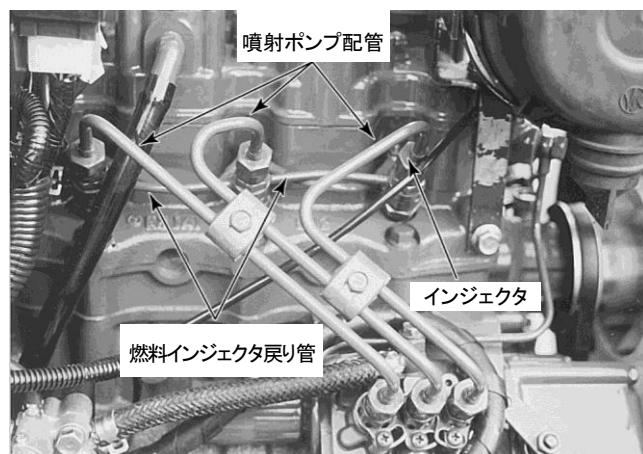

図63 燃料インジェクタ戻り管
1. インジェクタと配管の周囲のすべてのごみを取り払います。インジェクタから戻り管を外します。図63参照。
3. 戻り管を取り付けます（図63）。戻り管ナットを  $58-71 \text{ N}\cdot\text{m}$  に締め付けます。